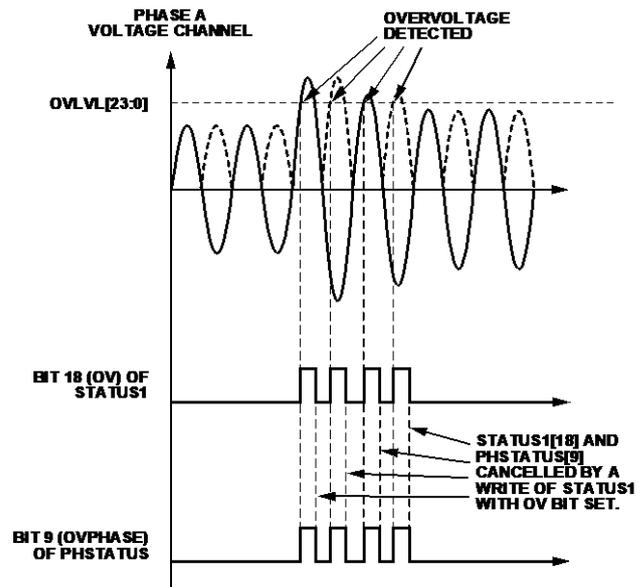

図 72. 過電圧検出
図 72 は、A 相電圧での過電圧検出を示しています。電圧の絶対瞬時値が OVLVL レジスタに設定されている閾値を超えると、STATUS1 レジスタのビット 18 (OV) と PHSTATUS レジスタのビット 9 (OVPHASE [0]) が 1 にセットされます。STATUS1 レジスタのビット 18 (OV) に 1 を書き込むと、STATUS1 レジスタのビット 18 (OV) と PHSTATUS レジスタのビット 9 (OVPHASE [0]) がクリアされます。